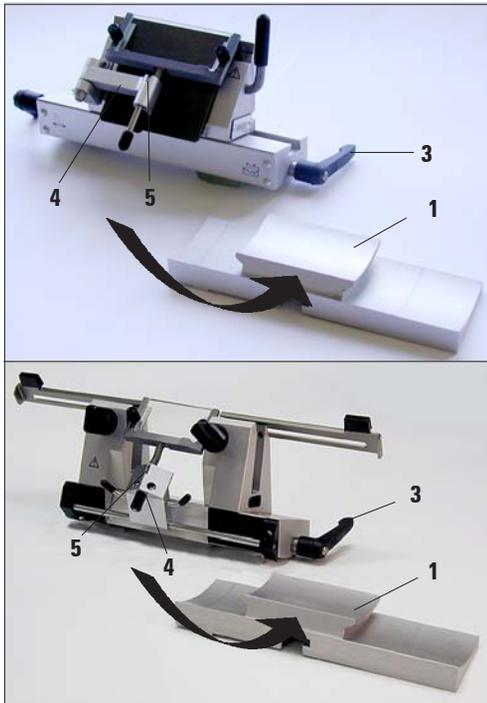

Fig. 2
1. Montar el portacuchillas (ver Fig. 2).
1. Insertar la placa de vidrio en el marco de cambio y sujetarla uniformemente con los tornillos moleteados (7).
2. Insertar el eje (8) del marco de cambio, desde arriba, en el taladro del brazo giratorio (4, Fig. 2), de forma que la espiga (6) se sitúe en la ranura (5, Fig. 2).
3. Colocar la arandela blanca (9) sobre el eje (2).
4. Atornillar la tuerca moleteada (10) en el eje (2).